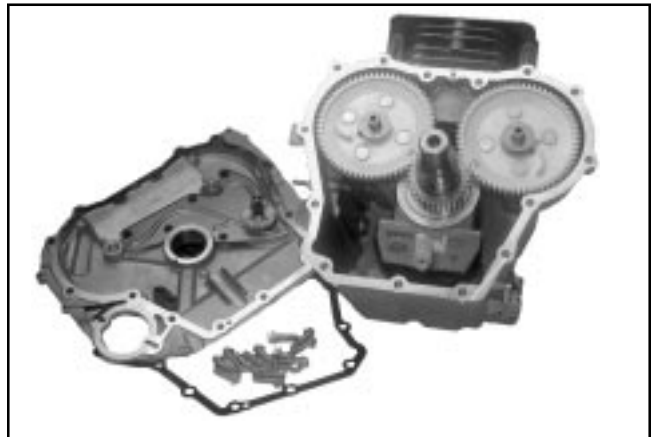

Figure 8-36. Plaque de fermeture et joint retirés du carter.
3. Retirer la plaque de fermeture et le joint. Voir la Figure 8-36.